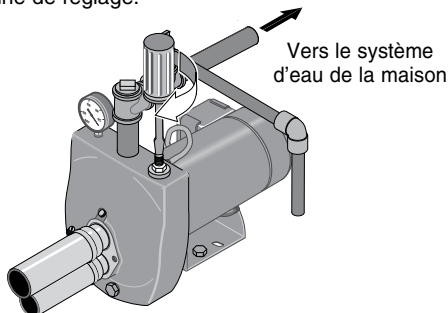

Figure 13 : Amorçage de la pompe
2. Reposer tous les bouchons de remplissage et fermer complètement la vanne de réglage (voir la Figure 13).